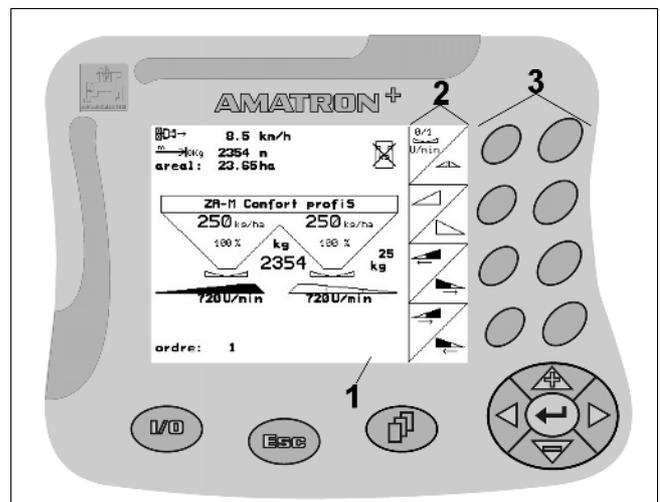
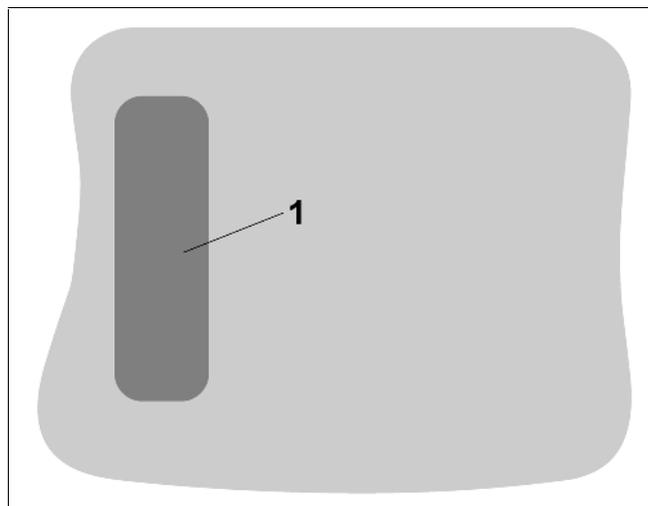

Fig. 9
Fig. 10
-  - Skift mellem de forskellige undermenuer (kun muligt, hvis symbolet (Fig. 9/1) vises i displayet).
Aktiverer schift-tasten  på apparatets bagside (Fig. 10/1), vises flere funktionsfelter i arbejds-/opgavemenu (Fig. 11). Funktionstasternes (Fig. 9/3) funktion ændres tilsvarende.